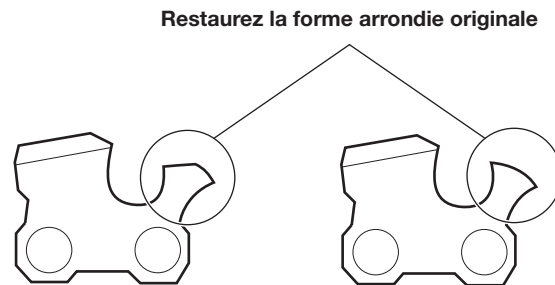

Fig. 37
- Après avoir abaissé la jauge de profondeur, utilisez la lime plate pour restaurer la forme arrondie originale à la jauge de profondeur (Fig. 37). Prenez soin de ne pas endommager les bords tranchants ou les maillons à proximité.